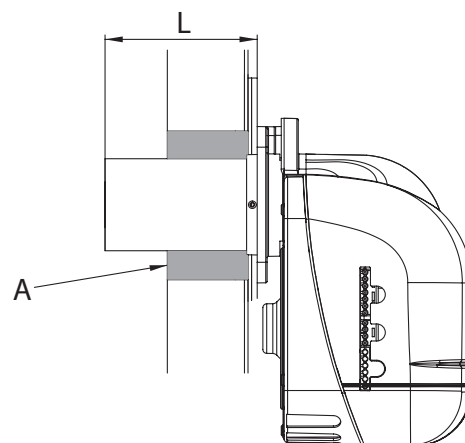

fig. 9
5.7 Montage du brûleur (Fig. 9)